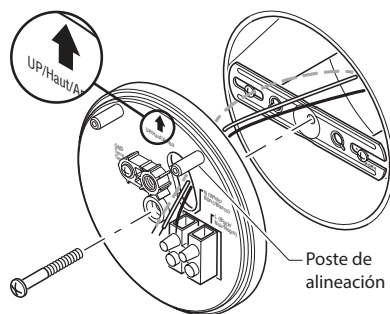

Figura 3
3. Pase los cables de la caja de conexiones por el agujero que está en la placa de montaje (vea la Figura 3).
4. Coloque la placa de montaje contra la caja de conexiones (vea la Figura 3).
5. Inserte el tornillo pequeño de montaje por el agujero de la placa de montaje situado debajo del agujero roscado. Enrosque el perno en el orificio central del soporte de montaje (ver Figura 3). Apriete el perno de forma segura.
2. Alinee los dos postes de alineación en la placa de montaje (vea la Figura 3) con los dos orificios de alineación en la parte trasera de la lámpara y presione la lámpara sobre la placa de montaje.